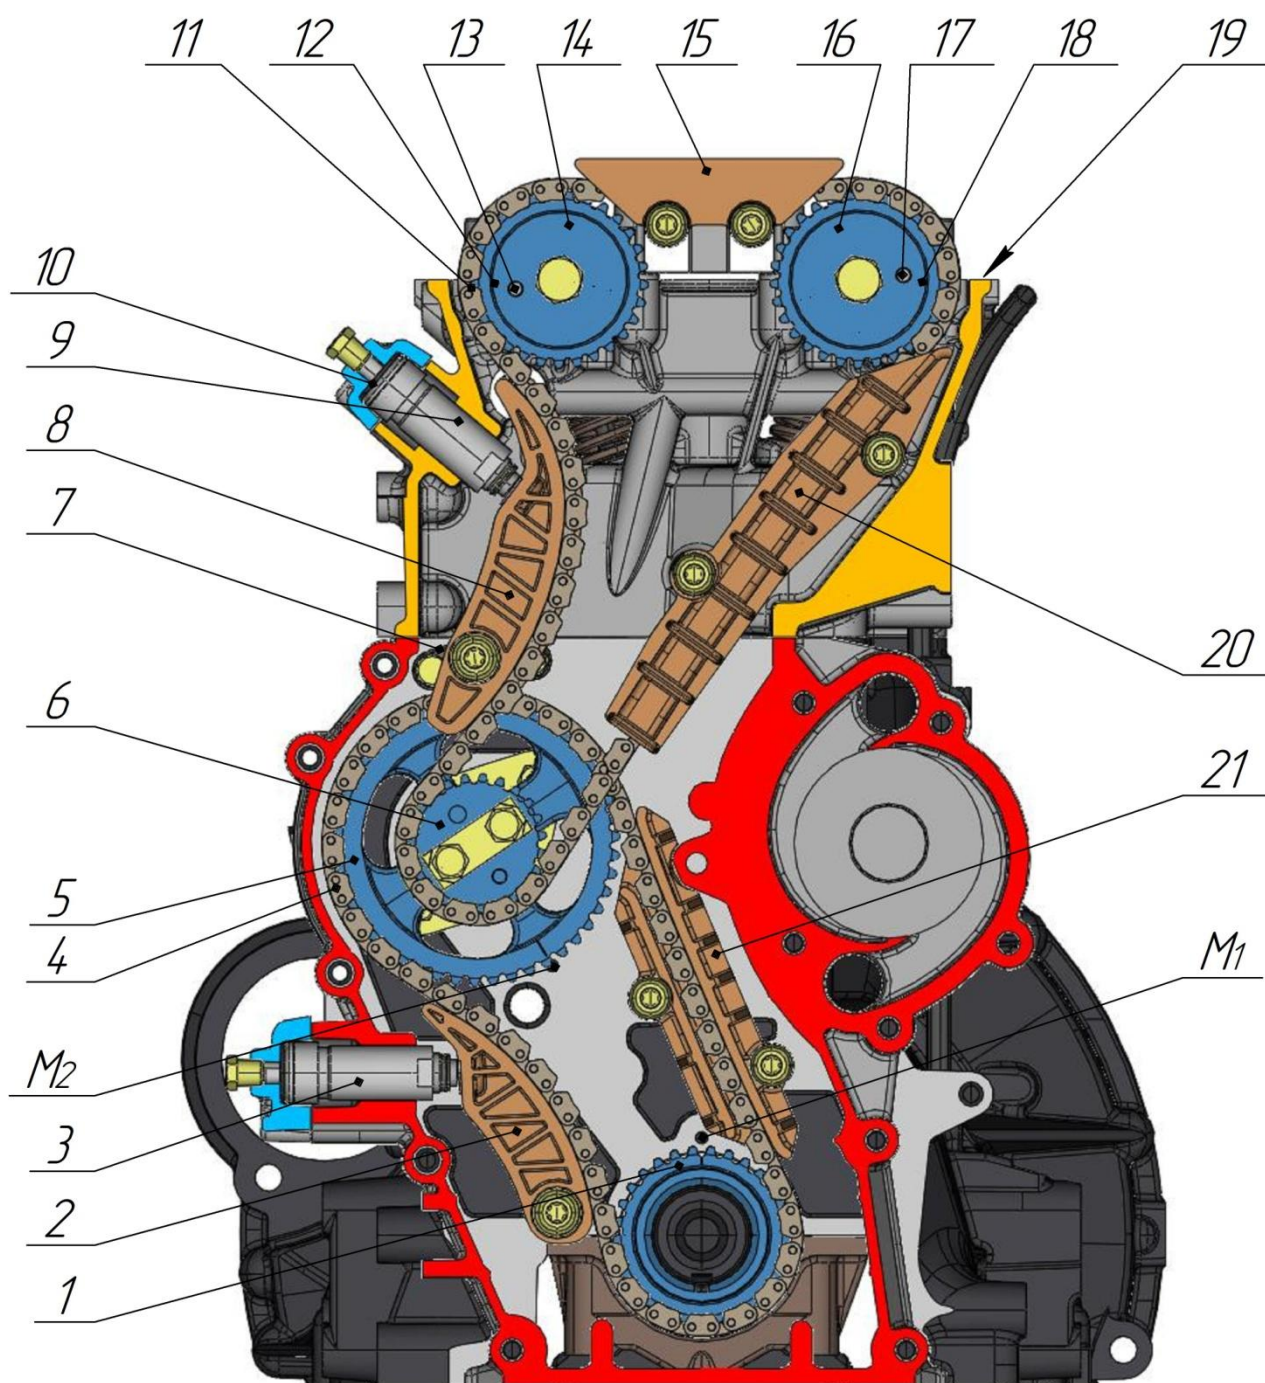

Рис.20. Привод распределительных валов:
**Привод распределительных валов** (рис.20) – цепной, двухступенчатый. Включает в себя: звездочку 1 коленчатого вала (29 зубьев), ведомую 5 и ведущую 6 звездочки промежуточного вала (46 и 23 зуба), звездочки распределительных валов 14 и 16 (29 зубьев), две зубчатые цепи 4 и 11 (84 звена – нижняя, 108 звеньев – верхняя), гидронатяжители 3 и 9, башмаки натяжения цепей 2 и 8, и успокоители цепей 15, 20 и 21. Натяжение цепи каждой ступени осуществляется гидронатяжителями.